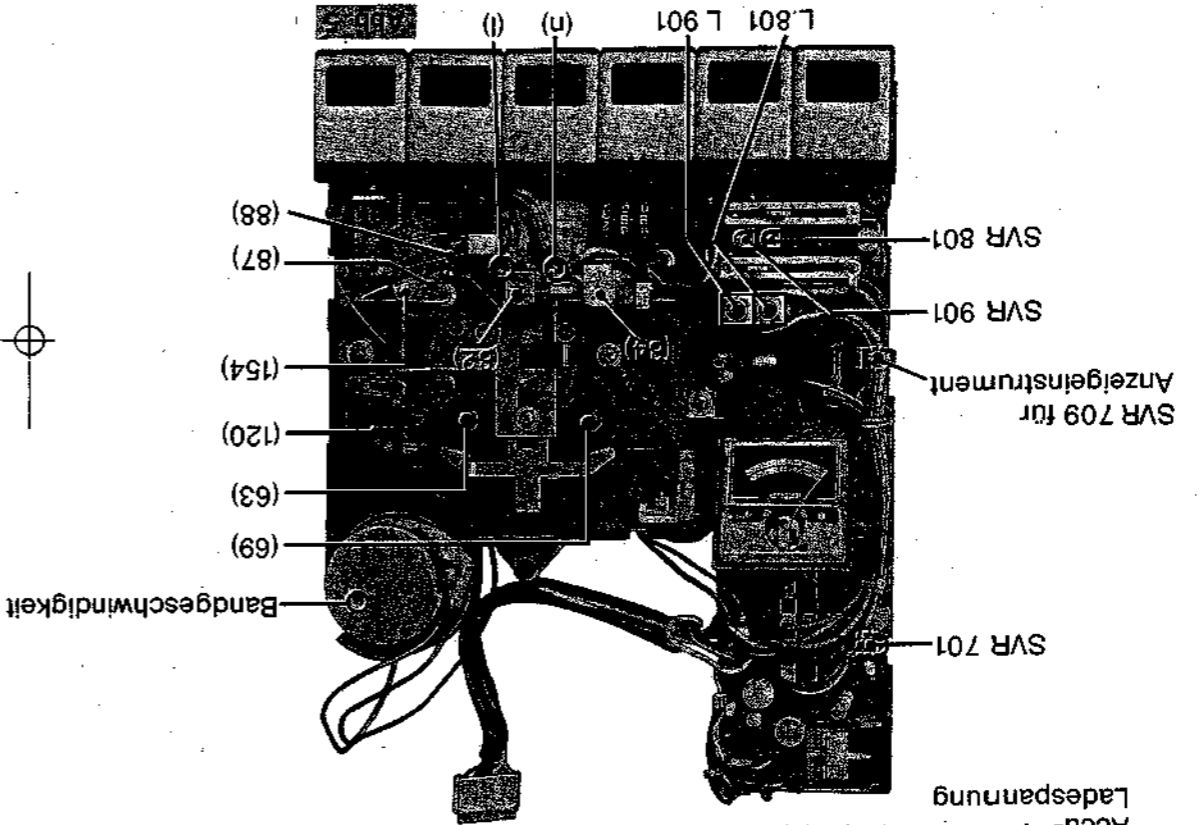

Abb. 3
## 2. Netzteilplatte (50) ausbauen [Abb. 3]
## 3. Trafo (32) ausbauen [Abb. 3]
- Netzanschlußbuchse (36) aus der Halterung nach oben herausziehen
- Abdeckung (37) abziehen (siehe Expl.-Zeichnung)
## 4. Laufwerk ausbauen [Abb. 3]
## 5. Motorbaustein (71) ausbauen [Abb. 3, 4]
- Riemen (78) abnehmen
- 3 Schrauben (73) herausdrehen
## 7. Antriebsriemen wechseln [Abb. 3 u. 4]
- Feder (91) aushängen
- Lagerplatte (76) abnehmen
- Riemen (78) wechseln
## 8. Schwingscheibe (75) und Andruckrolle (87) [Abb. 3, 4 u. 5]
- Die Andruckkraft der Andruckrolle (87) beträgt bei Stellung START: